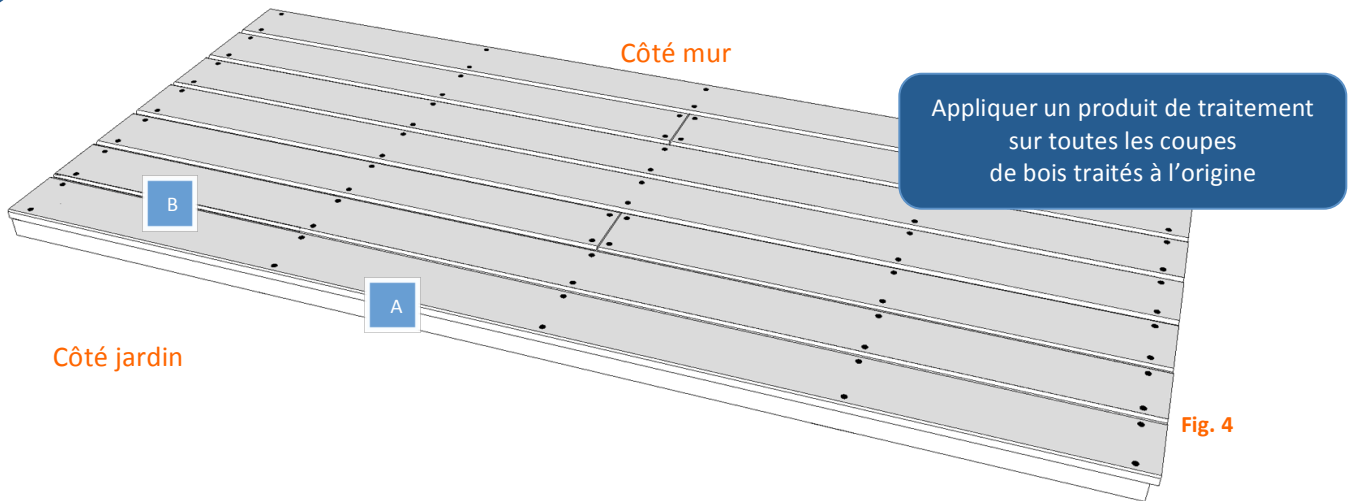
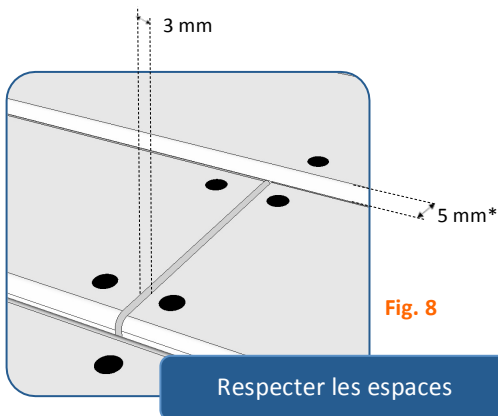

Fig. 4
Fig. 8
- Commencer par **poser la lame extérieure** **A** (Fig. 4).
- **Aligner** la deuxième rangée de lames **B** (Fig. 4) avec l'aide d'**intercalaires amovibles** pour toujours avoir les **bons espaces requis** (Fig. 8).